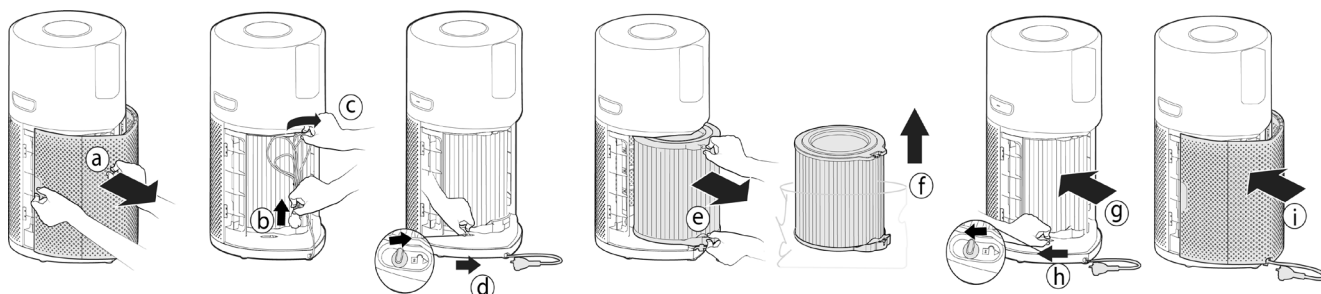

Fig. 1
2.1 INSTALLARE IL FILTRO [Fig. 1]